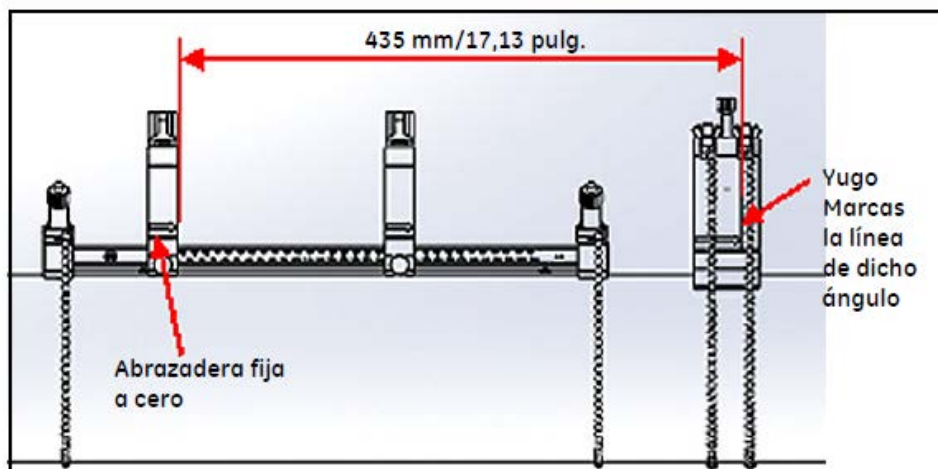

Figura 39: Yugo ajustado a 435 mm/17,13 pulg.
6. Coloque la abrazadera fija del accesorio de sujeción a cero en la escala. A modo de ejemplo, si el espaciado requerido para el transductor es de 435 mm/17,13 pulg., mida la distancia requerida de 435 mm/17,13 pulg. desde el borde de la abrazadera fija hasta la línea marcada en el yugo (véase Figura 39 más abajo).